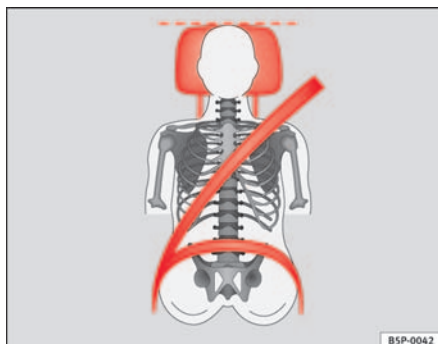
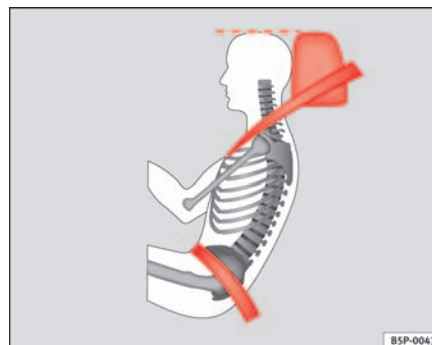

Abb. 88 Von vorne betrachtet: richtig eingestellte Kopfstütze und korrekter Gurtbandverlauf
Abb. 89 Von der Seite betrachtet: richtig eingestellte Kopfstütze und korrekter Gurtbandverlauf
- Stellen Sie die Kopfstützen so ein, dass sich die Oberkante der Kopfstütze möglichst auf einer Linie mit dem oberen Teil Ihres Kopfes, bzw. mindestens auf Augenhöhe befindet ⇒ Abb. 88 und ⇒ Abb. 89